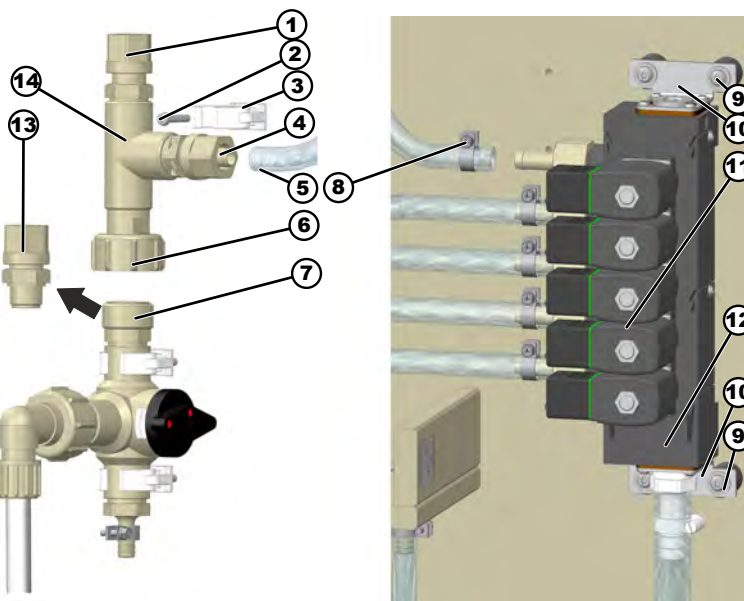

Abb. 12: Montage Wassernachspülung
3. ► Beidseitig Befestigungsschrauben (4 x, Abb. 12, Pos. 14) an den Befestigungswinkeln (2 x, Abb. 12, Pos. 11) lösen.
5. ► Endstück (Abb. 12, Pos. 12) lösen und abziehen.